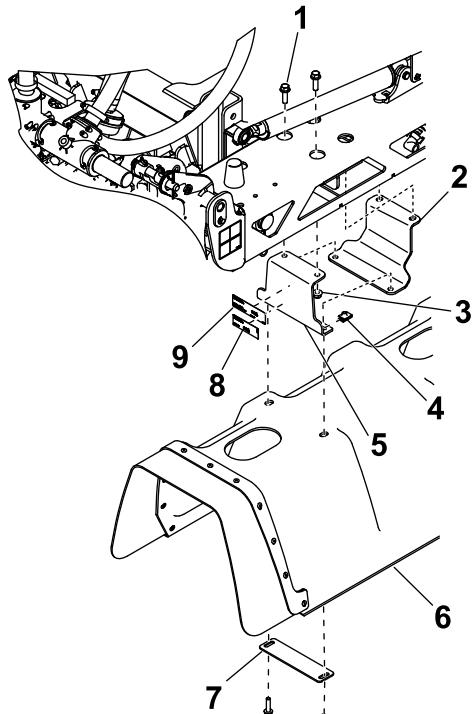

图8
将型号/序列号标贴和合规标贴贴在其中一个中央喷洒臂支架上如 图8 所示。
1. 如 图8 所示用 2 个六角头螺栓 $3/8 \times 1-1/4$ 英寸和 2 个凸缘螺母 $3/8$ 英寸将 2 个中央支架及喷洒臂安装板逐个安装到中央喷洒臂上。
2. 如图8所示用4个U形螺母、2个垫片和4个六角头螺栓5/16 x 1-1/4 英寸将中央护罩安装到中央喷洒臂支架上。